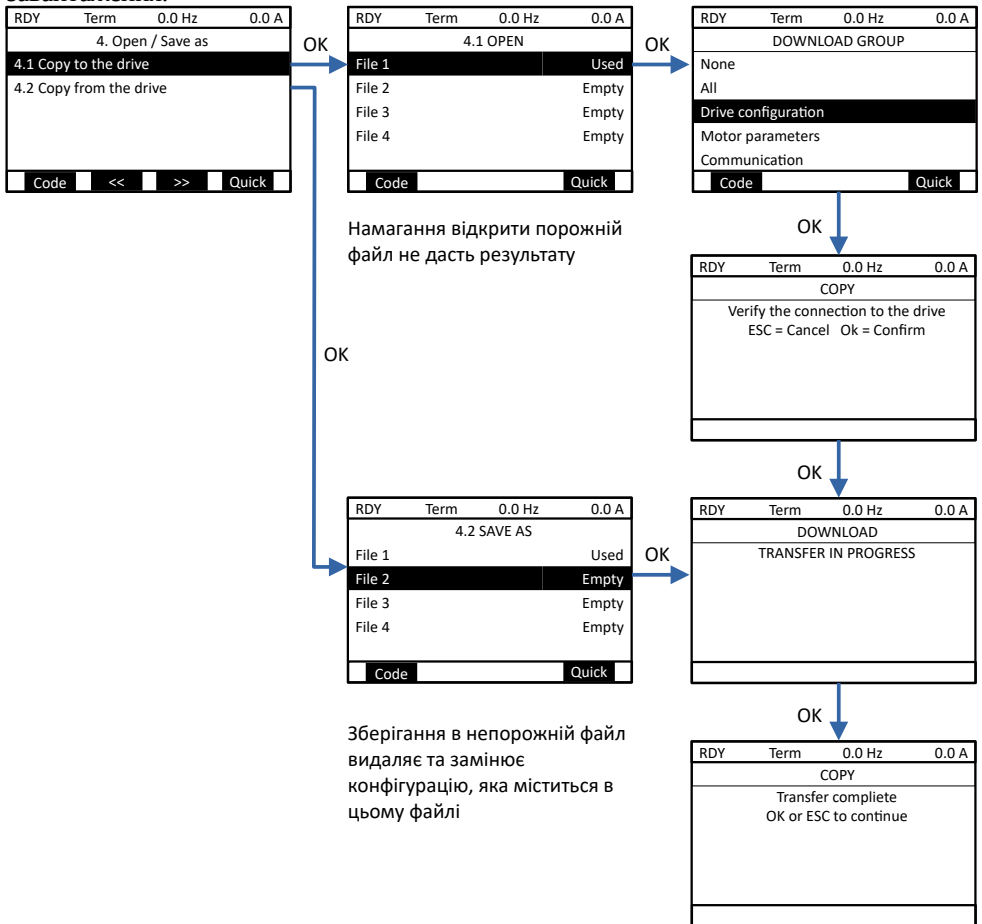

Рисунок 9.1: Використання команд Open та Save as
У ГТ може одночасно зберігатися до 4 користувацьких конфігурацій параметрів. Одну з них можна зробити поточною, завантаживши її з графічного терміналу, використовуючи параметр **[4.1 Copy to the drive] [OPF] OPEN**. Для цього, обравши рядок з ім'ям параметра, слід натиснути кнопку (OK) навігаційного джойстика і у вікні 4.1 OPEN вибрати одне з імен файлу (рис. 9.1).